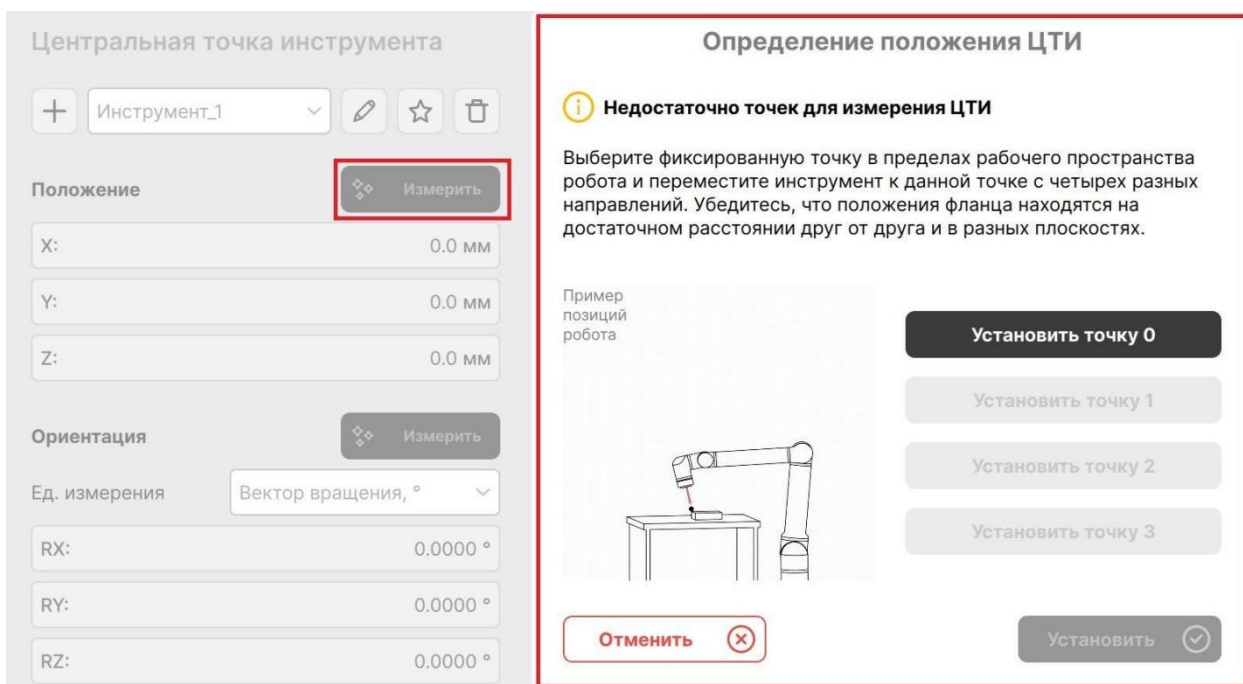

Рисунок 39 – Меню определения положения ЦТИ.
1. Для автоматического определения положения ЦТИ необходимо нажать на кнопку «Измерить» напротив блока «Положение» (Рисунок 39). После нажатия на кнопку «Измерить», экран отобразит окно «Определение положения ЦТИ»;